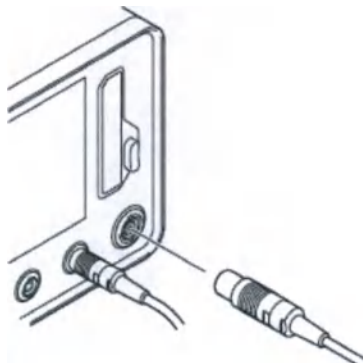

Рисунок 111 — Отключение рукоятки
1. Отсоедините рукоятку от консоли (рисунок 111).